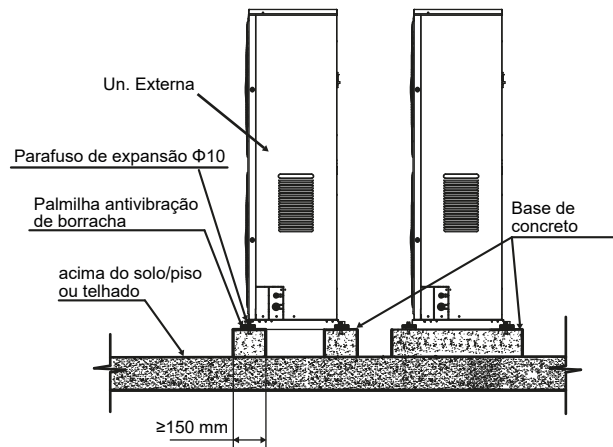

Figura 6.
- ① A base deve ser montada em uma superfície de concreto resistente. Veja a Figura 6 para uma base comum ou construa uma nova base após medir o terreno.
- ② A base deve ser horizontal; certifique-se de que os contadores possam se conectar de forma simétrica.
- ③ Certifique-se de que a base possa suportar diretamente as dobras verticais das placas inferiores frontais e traseiras, pois trata-se do local real dos rolamentos. Não é necessária uma camada de macadame. Porém, a base de concreto deve ser uma mistura de camada de pedras e cimento.
- ④ As proporções usadas na mistura de concreto devem ser cimento 1/areia 2/pedregulho 4, incluindo $\Phi 10$ de barra reforçada.
- ⑤ Nivеле a superfície de concreto. A borda da base deve ser fincada.
- ⑥ Prepare um poço de drenagem em torno da base para drenar a água. Verifique a resistência da sacada para garantir que ela vai suportar o peso da capacidade de carga.